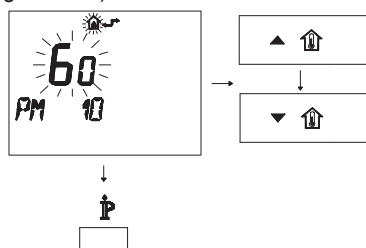

Figura 5.66
- Per modificare il SET programmato agire sui pulsanti ▲ ↑ o ▼ ↓ e aspettare che il numero programmato cominci a lampeggiare (Figura 5.66).